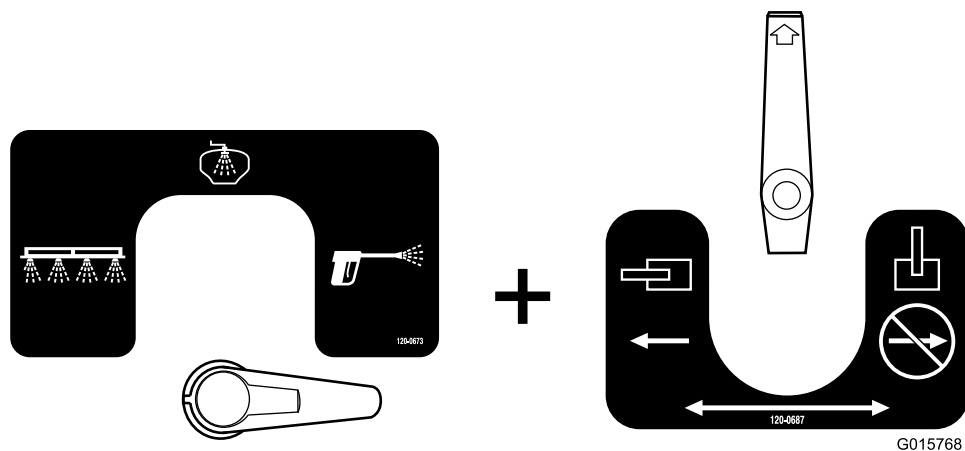

Figura 54
- Aceasta este configurația pistolului de pulverizare (Figura 54). Folosiți această configurație pentru a pulveriza apa de clătire prin pistolul manual de pulverizare.